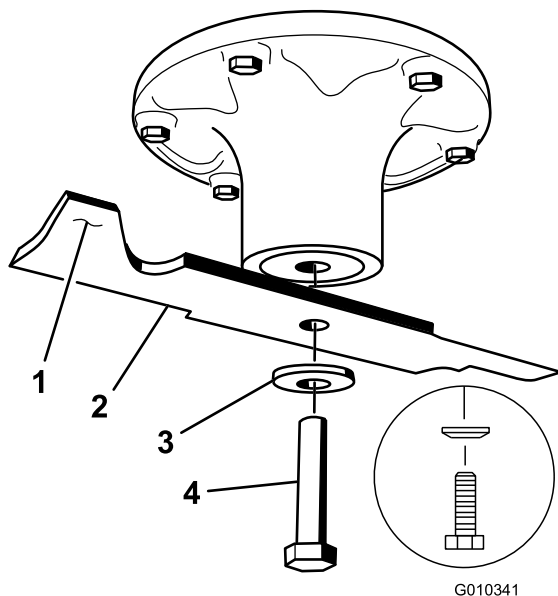
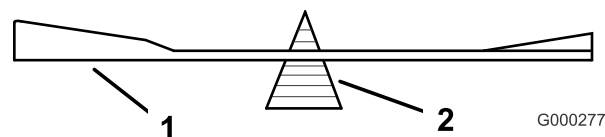

Figura 61
Figura 63
Tenete l'estremità della lama con un cencio o un guanto bene imbottito. Togliete il bullone, la rondella curva e la lama dall'asse del fusello (Figura 61).
2. Controllate l'equilibrio della lama posizionandola su un bilanciatore (Figura 63). Se la lama rimane in posizione orizzontale, è bilanciata e può essere utilizzata. Se la lama non è bilanciata, limate del metallo soltanto dalla costa (Figura 61). Ripetete la procedura finché la lama non è perfettamente bilanciata.
1. Montate la lama sull'asse del fusello (Figura 61).
2. Montate il disco elastico e il bullone della lama. Il cono del disco elastico deve essere rivolto in verso la testa del bullone (Figura 61). Serrate il bullone della lama a 135 - 150 Nm.